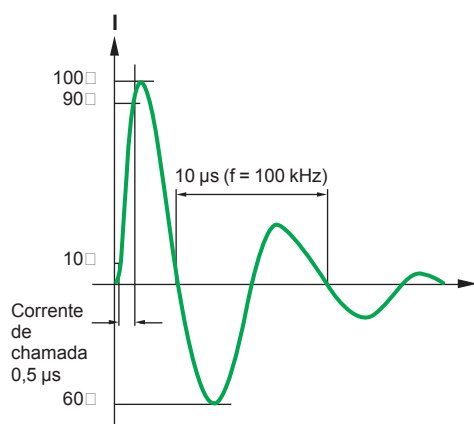

Fig. 1: onda de corrente normalizada 0,5 μ s/100 kHz
- A energização de capacitores cria uma corrente de chamada transitória similar à da Fig. 1.